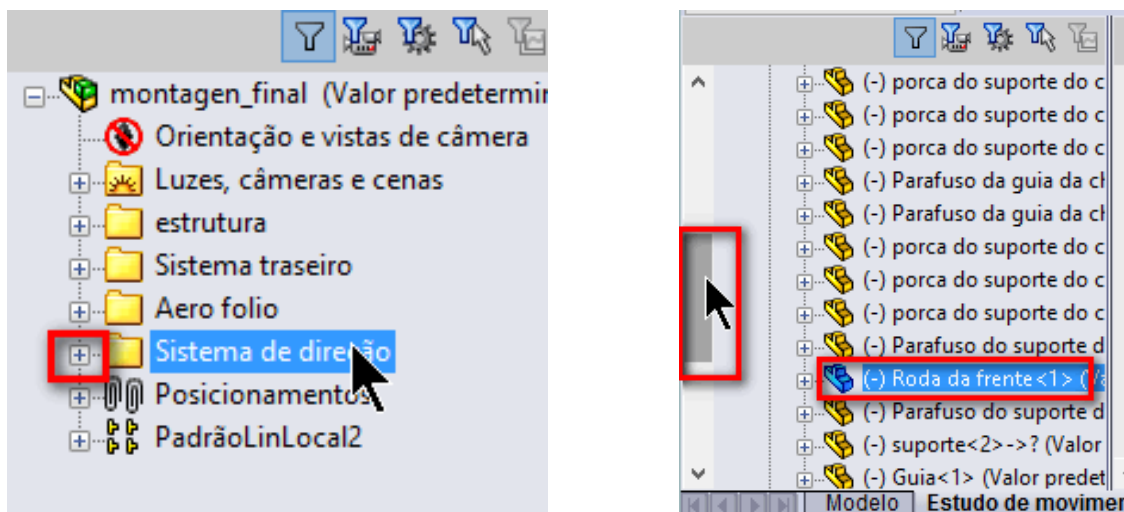

Figura 7.29 - Localizando a roda da frente na animação.
6.2. Localize a roda da frente na animação. Para isso, clique em  na pasta **Sistema de direção** da animação (Fig. 7.29) e depois role a barra de rolagem para baixo até aparecer a roda da frente. Observe na Figura 7.29 que a roda da frente fica destacada em azul.